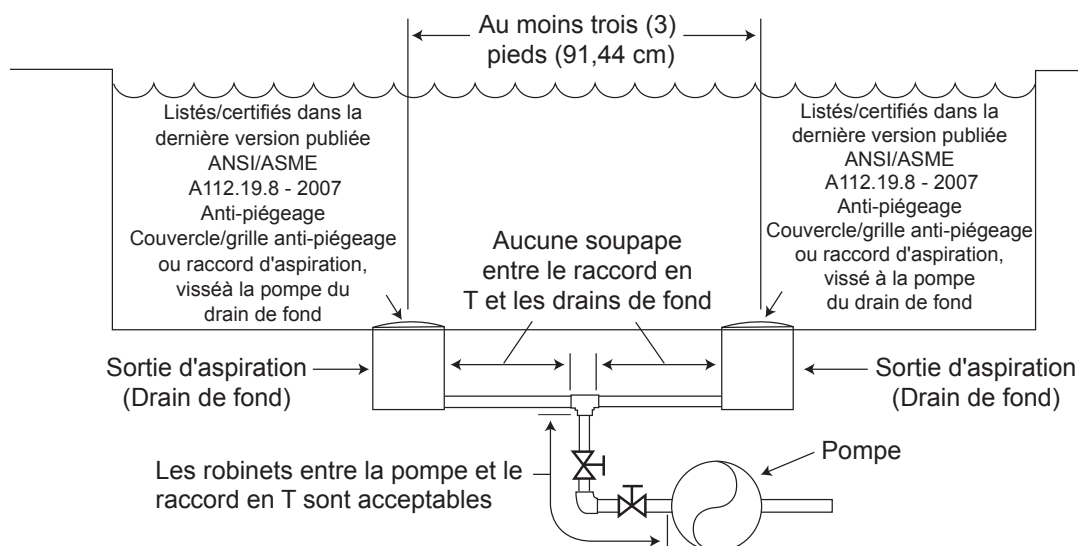

Figure 1. Nombre de sorties d'aspiration par pompe
**Nombre de sorties d'aspiration par pompe** — Fournir au moins deux (2) drains de fond hydrauliquement équilibrés, avec couvercles, en guise de sorties d'aspiration pour chaque conduite d'aspiration de pompe de circulation. Les centres des drains de fond (sorties d'aspiration) sur toute conduite d'aspiration doivent être éloignés d'au moins un (1) mètre (3 pi) l'un de l'autre, entr'axe. Voir la Figure 1.
Le système doit être conçu pour comprendre au moins deux sorties d'aspiration (drains) connectées à la pompe chaque fois que la pompe fonctionne. Cependant, si deux (2) drains de fond aboutissent à une seule conduite d'aspiration, cette dernière peut être équipée d'un robinet qui coupera les deux drains de fond de la pompe. Le système doit être conçu de manière à ne pas permettre une fermeture ou un isolement distinct ou indépendant de chaque drain. Voir la Figure 1.